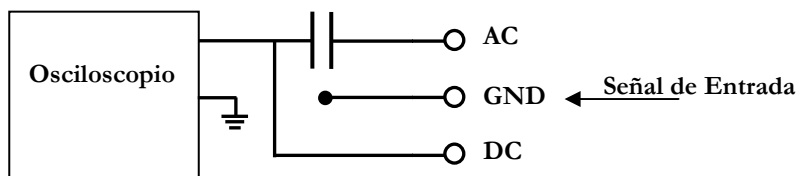

Figura 2: Esquema del acoplamiento **AC-GND-DC** para el canal vertical del osciloscopio.
El selector de entrada permite introducir al osciloscopio la señal que se desea medir, bien directamente o bien a través de un condensador (Figura 2). Ambas posibilidades se seleccionan con el conmutador (**AC - GND - DC**). (1) Cuando el acoplamiento está en (**DC**) lo que se verá en pantalla será la señal de tensión